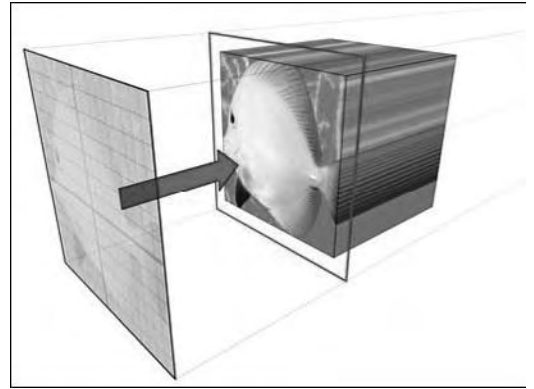

Fig.9.51
- **Mappage planaire** (Planar Mapping) : mappe l'image sur l'objet comme si vous la projetiez depuis un projecteur de diapositives sur une surface 2D. L'image n'est pas déformée, mais elle est mise à l'échelle afin de s'ajuster à l'objet. Ce mappage est utilisé le plus souvent pour les faces (fig.9.51).